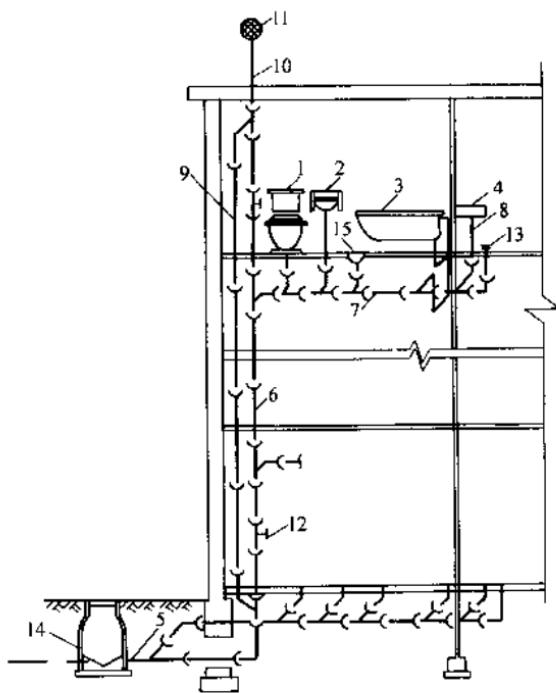

图 1—7 社区建筑内部排水系统的组成示意图
(1) 无通气的单立管排水系统。当无条件设置伸顶通气管时，可采用不通气立管。这种形式的立管顶部不与大气连通，适用于立管短、卫生器具少、排水量少、立管顶端不便伸出屋面的情况，如图 1—8a 所示。